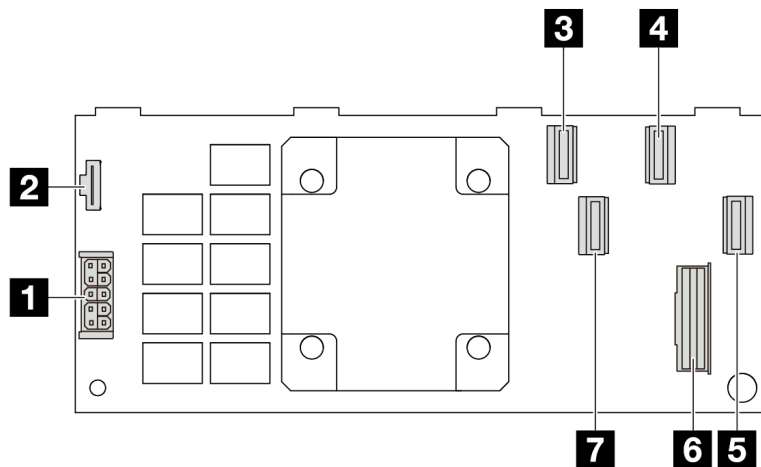

図 300. A Gen 4 16i CFF RAID アダプター (4 ポート・コネクタ)
- 303 ページの 図 300 「Gen 4 16i CFR RAID アダプター (4 ポート・コネクタ)」